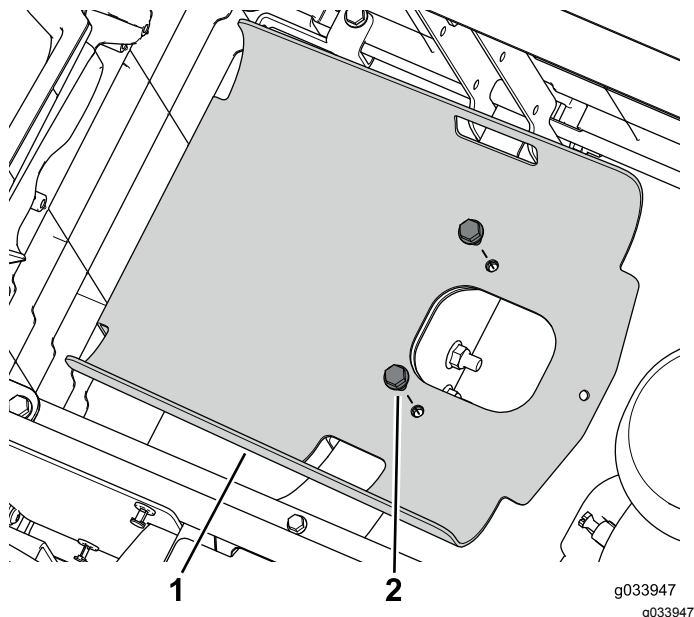

图5
5. 卸下将油箱托盘固定到机架的 2 个凸缘头螺栓图5。
5. 用之前卸下的 2 个凸缘头螺栓将电池托盘固定至机架 图5。